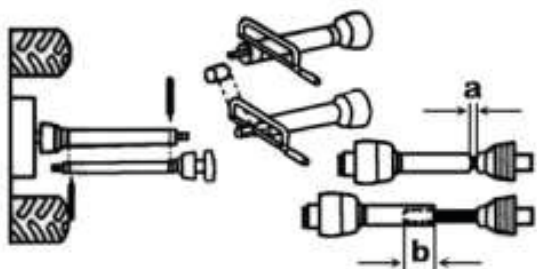

Figura 12- Ajuste del eje de la toma de fuerza a la longitud adecuada.
- Extraiga el eje de la toma de fuerza por completo y conecte cada mitad separada del eje al tractor ya la máquina y luego compárelas entre sí. (Figura 12)